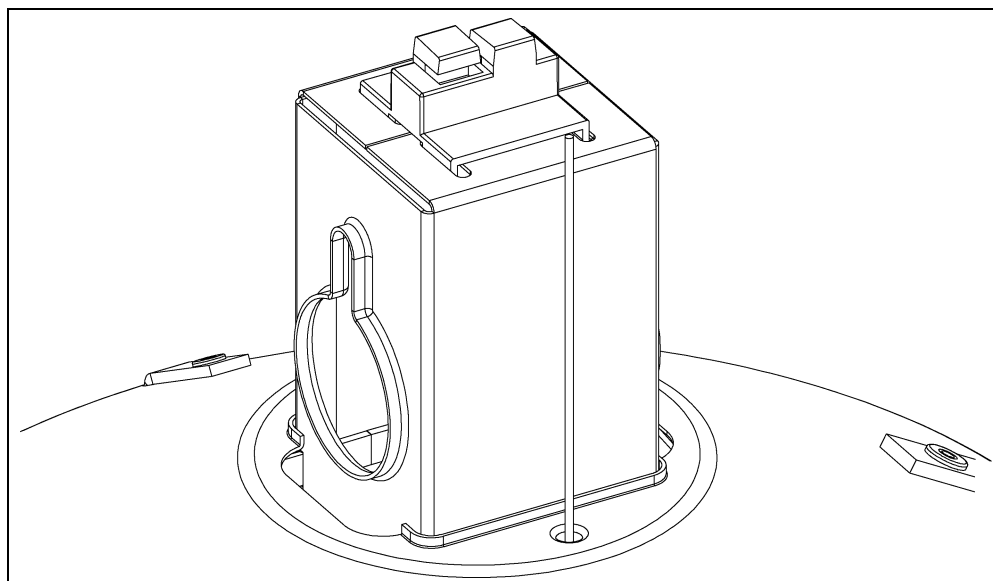

Рисунок 4М
8. Пропустите трос через отверстие в экране. (см. рисунок 4М.)